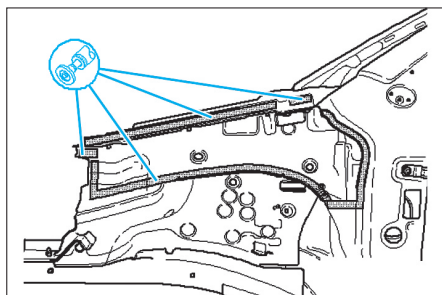

FIG. 6
- Enlever les morceaux de tôle restants (Fig.6).